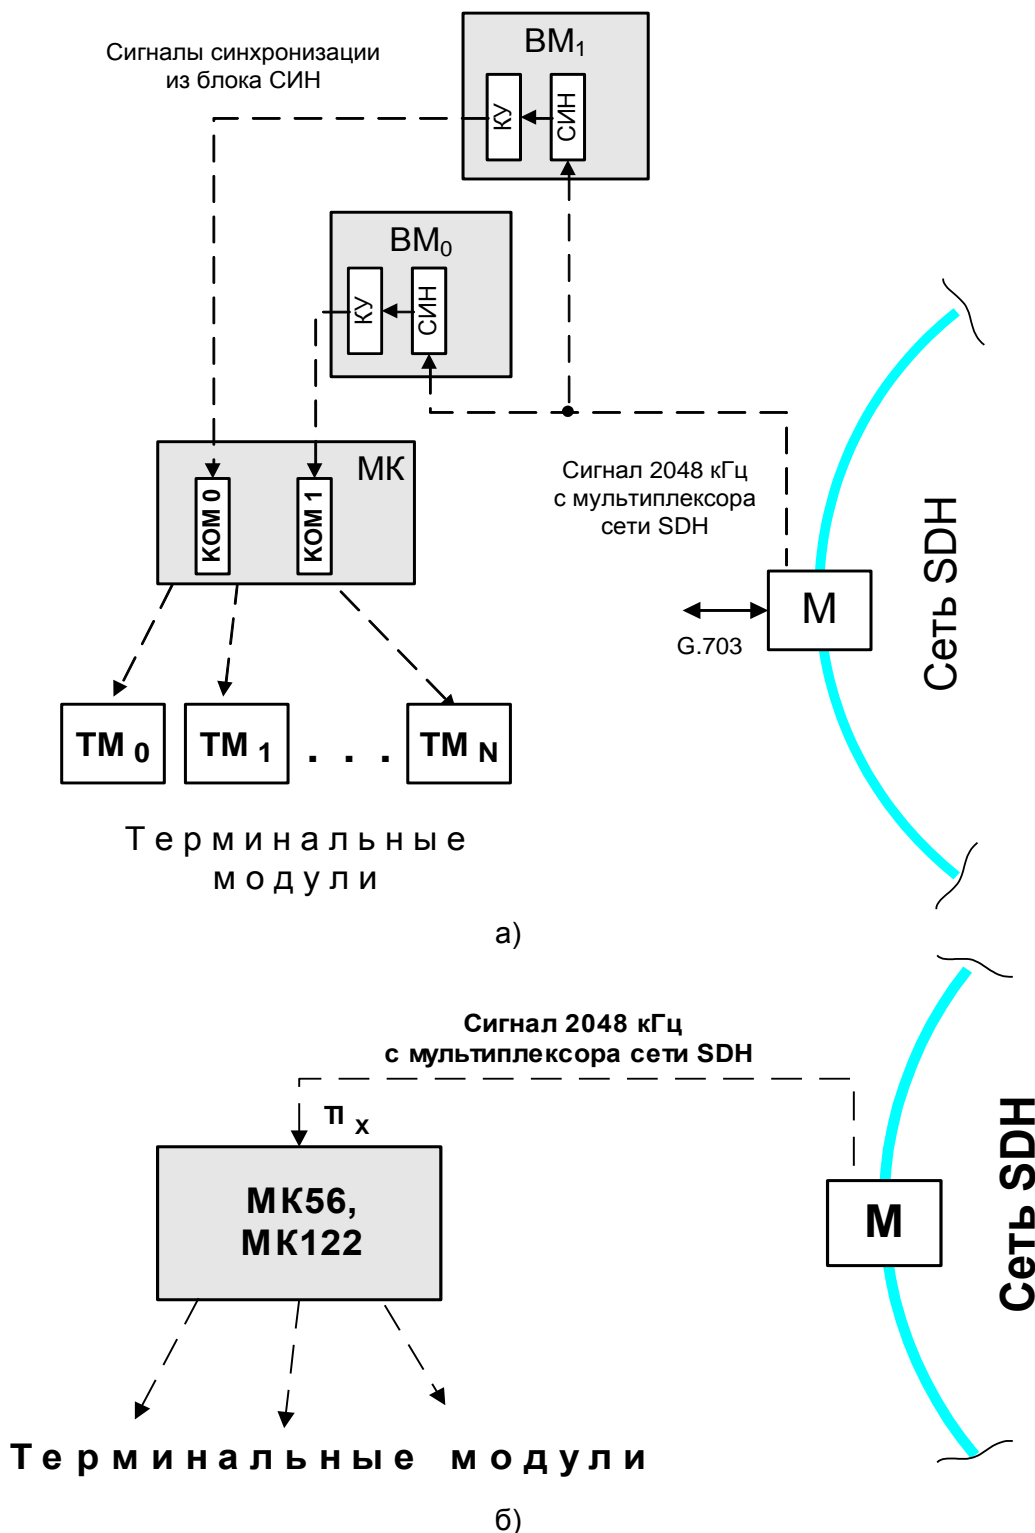

Рис.1.10. Синхронизация от сети SDH: а) основной станции; б) выноса.
- при подключении основной станции - на вход синхронизации УМ, где обрабатывается в блоке СИН, и затем поступает в систему (см. рис.1.10,а);
- при подключении выноса (подстанции) - на вход синхронизации концентратора МК56 или МК122 (см. рис.1.10,б).